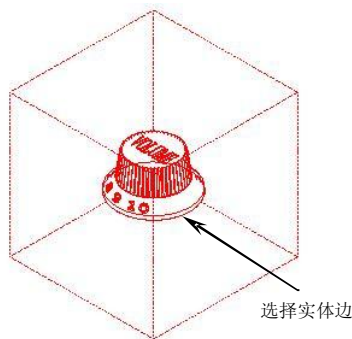
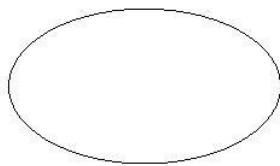

图5-6
图5-7
4. 在【注塑模向导】工具条中单击【分型】  按钮, 弹出【分型管理器】对话框。在【分型管理器】对话框中单击【编辑分型线】  按钮, 弹出【分型线】对话框, 单击 **编辑分型线** 按钮, 弹出【编辑分型线】对话框, 然后选择实体边, 如图 5-6 所示, 单击两次 **确定** 按钮提取分型线, 然后单击 **确定** 按钮创建工作件, 如图 5-7 所示。